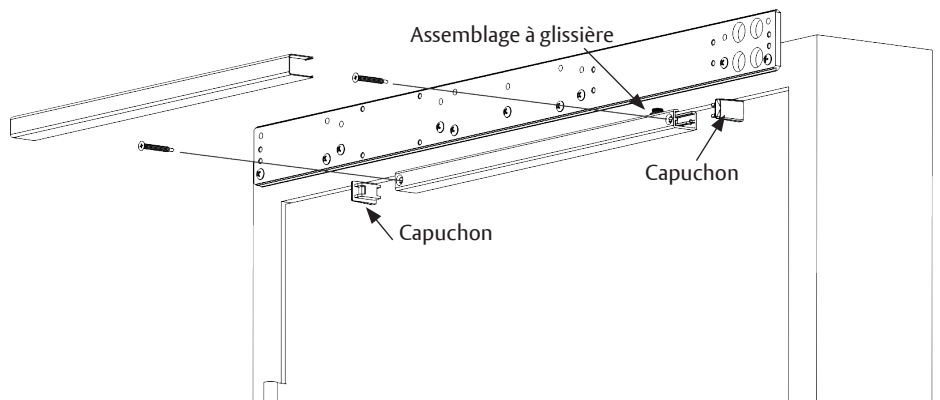

Figure 6
3. Fixer le rail à l'aide de deux (2) fixations fournies pour l'application.
- L'assemblage à glissière et les capuchons d'extrémité doivent être dans le rail avant que les vis ne puissent fixer le rail à la porte. (Figure 6)